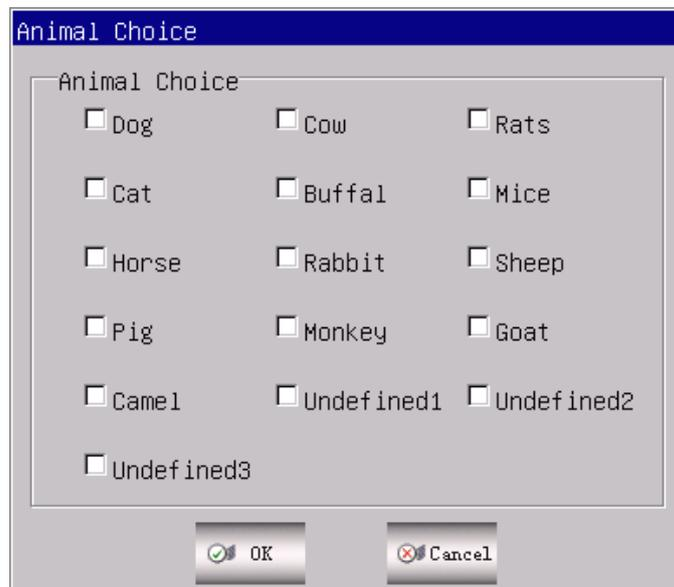

Рисунок 9-9
- Нажмите "YES", появится диалоговое окно, показанное на рис. 9-9.